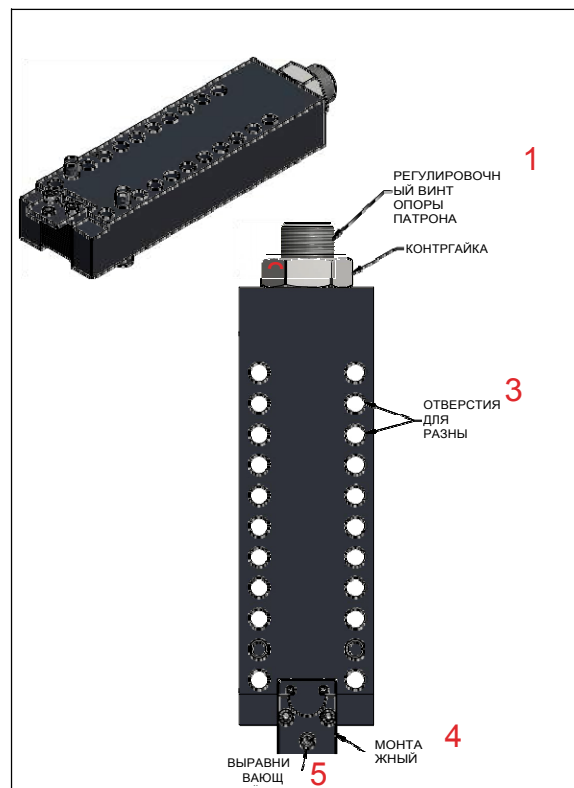

Рис. 3-5. КОМПОНЕНТЫ ОПОРЫ ПАТРОНА FF2400
2. Если диаметр детали меньше 24,5 дюймов (62,2 мм), закрепите монтажные пальцы на опоре патрона, как показано на рис. 3-5.